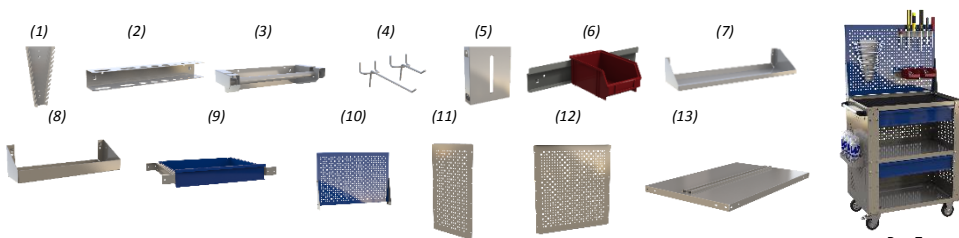

Рис.7
- 10.1. Для данного изделия Покупатель может приобрести аксессуары и комплектующие: экран, ящики выдвижные, боковые и заднюю стенки, полки, навесные аксессуары (рис. 7).